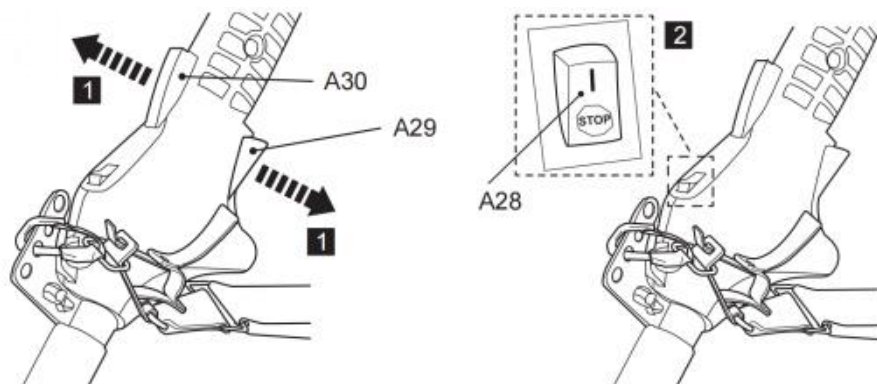

Fig. 42
2. Coloque el interruptor de encendido (A28) en la posición "STOP" (Fig. 42).